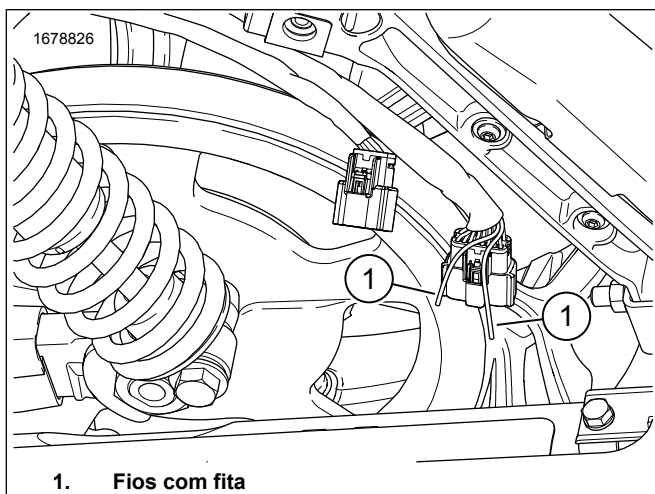

Figura 2. Fios do Alforje
2. Figura 2 Localize Equipamento original (OE) os conectores de 16 vias [C288B_1].